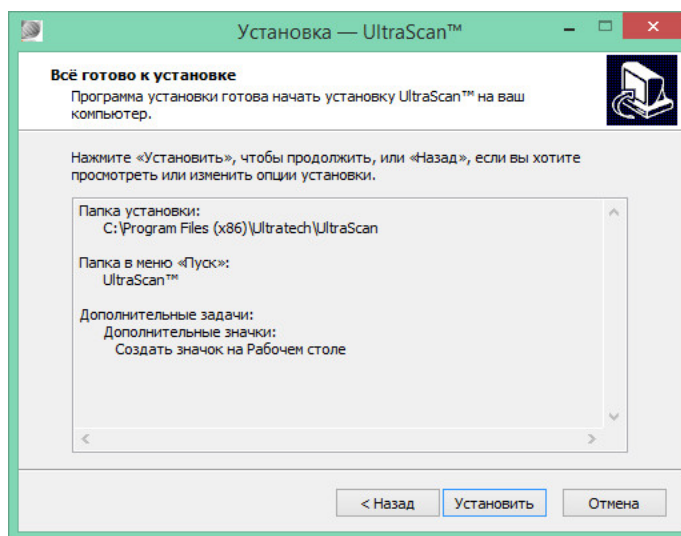

Рисунок 6
3.2.9 На очередном этапе установки в окне (рисунок 6) у пользователя существует последняя возможность для изменения ранее введенных сведений для установки, кликнув по кнопке «Назад» и вернувшись к предыдущим этапам, или кликнув по кнопке «Установить» - продолжить установку.